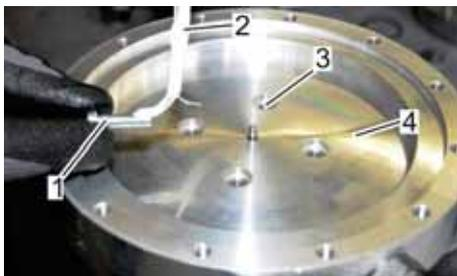

Abb. 118: Innensechskantschrauben fetten
14. Die Innensechskantschrauben (Abb. 118/1) mittels Pinsel (Abb. 118/2) mit Fett *Anti Seize* fetten und in die Befestigungsbohrungen (Abb. 118/3) des Messwerkflanschs (Abb. 118/4) eindrehen.